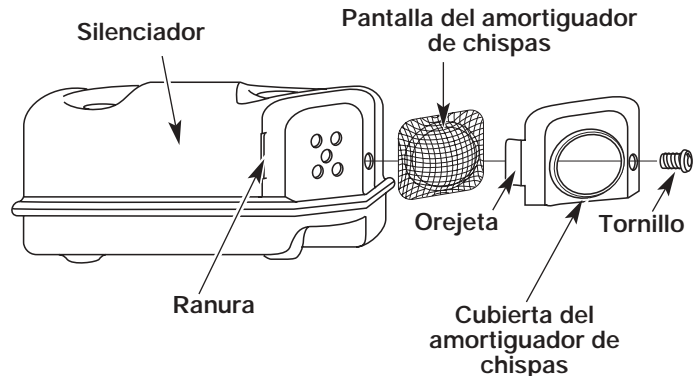

Fig. 30
2. Con un destornillador de vástago plano o broca Torx T20, saque el tornillo que conecta la cubierta del amortiguador de chispas al silenciador (Fig. 30).